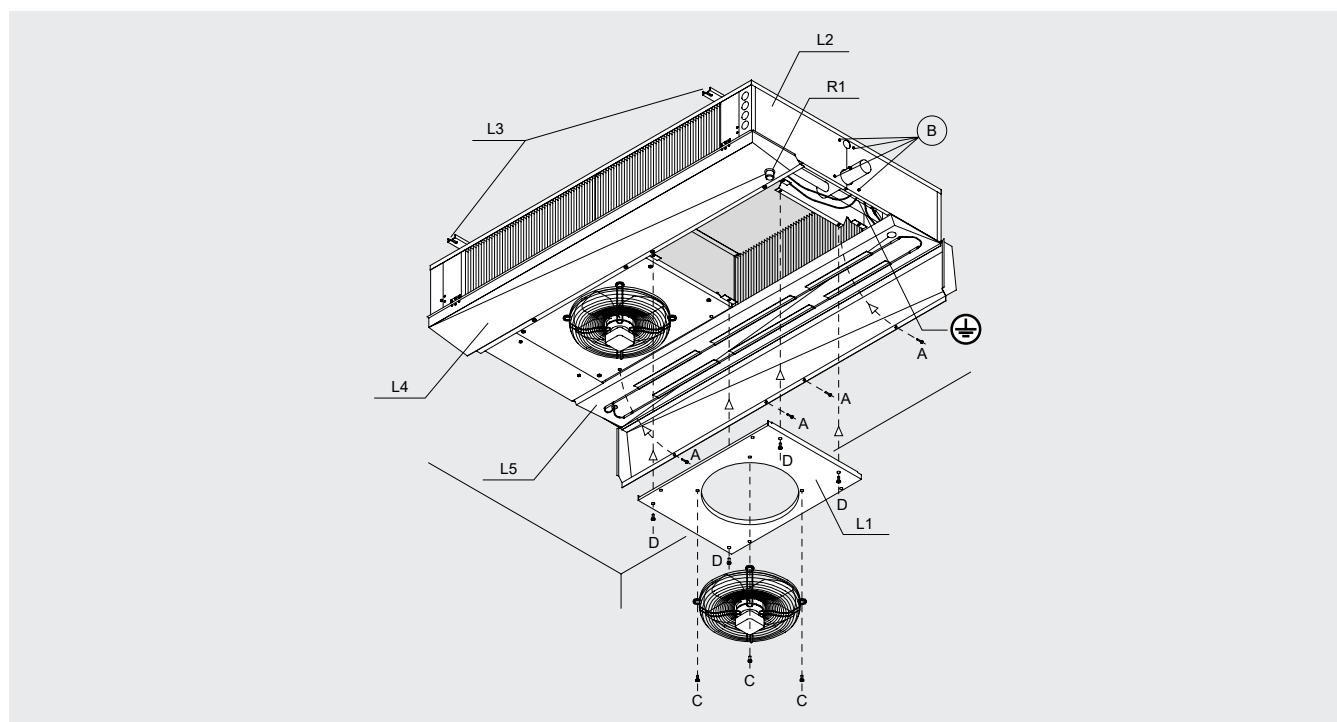

Figura 7
- 8.9 Svitare i pomelli di fissaggio A per aprire le vaschette L4; accompagnarle lentamente fino alla posizione rappresentata in "Figura 7".